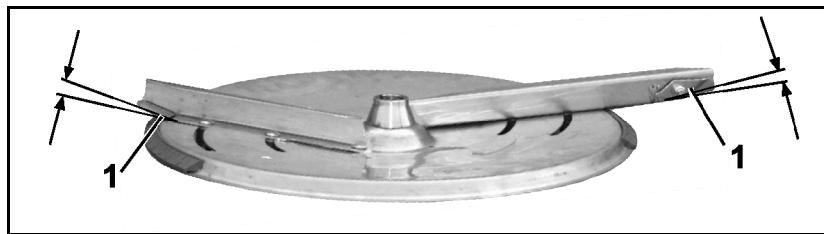

Рис. 48
3. Поверните поворотные пластины (Рис. 48/1) распределяющих лопастей в нужную позицию для стандартного или позднего внесения удобрений.